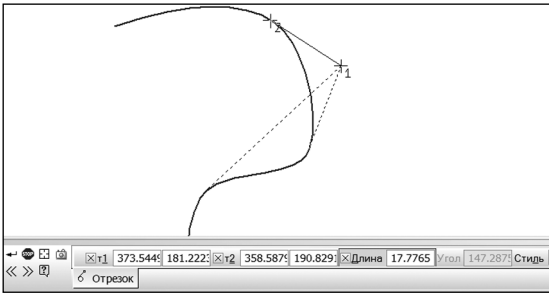
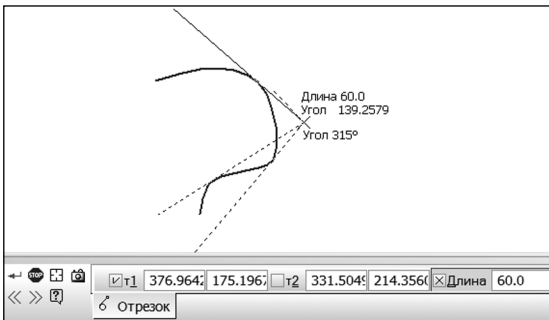

Рис. 10.18. Команда «Касательный отрезок через внешнюю точку»
Рис. 10.18.1. Смещение отрезка относительно внешней точки
антов построения касательного отрезка. Для выбора одного из них или всех вместе необходимо использовать кнопки **Предыдущий** или **Следующий** объект $\ll \gg$ или, указывая мышкой на каждый нужный вариант, нажимать левую кнопку мыши. Если выбрать первую точку и задать конкретную длину отрезка, то появляется возможность строить касательный отрезок, вторая точка которого может не лежать на кривой (рис. 10.18.1).
- Кнопка **Касательный отрезок через внешнюю точку** Ⓜ предназначена для построения отрезка, касательного к кривой и одним концом лежащего на этой кривой (рис. 10.18). Для этого следует выбрать кривую, а затем ввести первую точку отрезка в графическом окне или на панели параметров с тем учетом, чтобы выполнялось условие касательности строящегося отрезка к кривой (это видно в графическом окне). Первая точка должна находиться в стороне от кривой. Вторая точка строится автоматически в месте пересечения отрезка и кривой. Есть также возможность задать конкретную длину отрезка. В некоторых случаях программа может предложить несколько вариантов построения касательного отрезка. Для выбора одного из них или всех вместе необходимо использовать кнопки **Предыдущий** или **Следующий** объект $\ll \gg$ или, указывая мышкой на каждый нужный вариант, нажимать левую кнопку мыши. Если выбрать первую точку и задать конкретную длину отрезка, то появляется возможность строить касательный отрезок, вторая точка которого может не лежать на кривой (рис. 10.18.1).